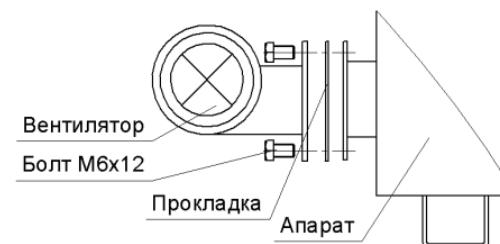

Рис.3 Монтаж вентилятора
2.2.2.1.5 Перед встановленням апарата на підлогу положити металевий лист згідно рис. 3.